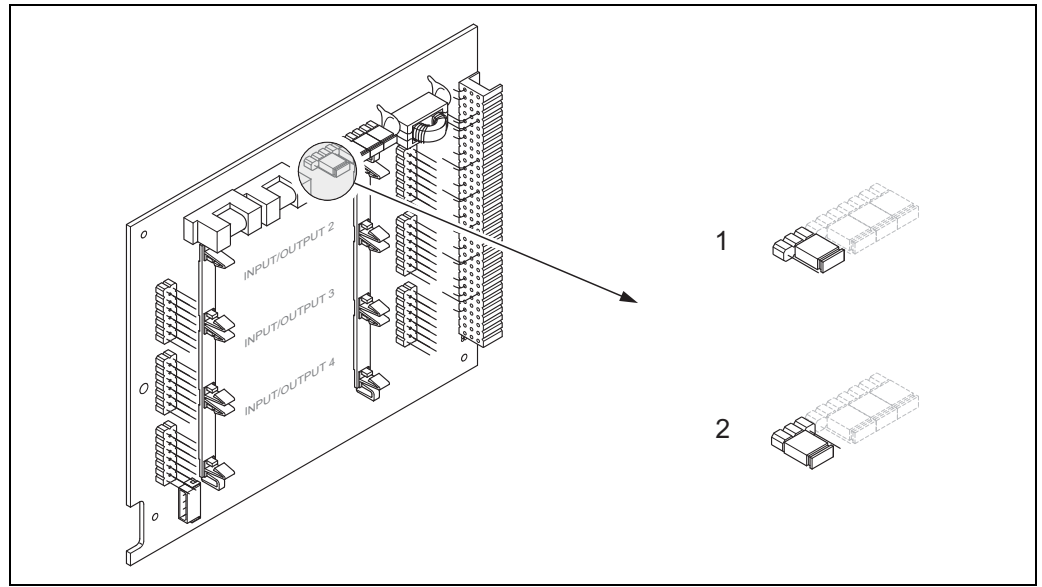

图 33: 切换 HART 写保护开 / 关
3. 使用跳线针切换 HART 写保护开 / 关 → 图 33。